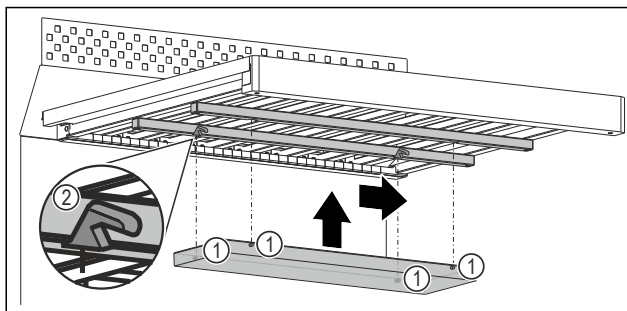

Fig. 110 Representación a modo de ejemplo
- Inserte cada perno Fig. 110 (1) en la entalladura Fig. 110 (2) correspondiente de las molduras situadas bajo la rejilla de madera.